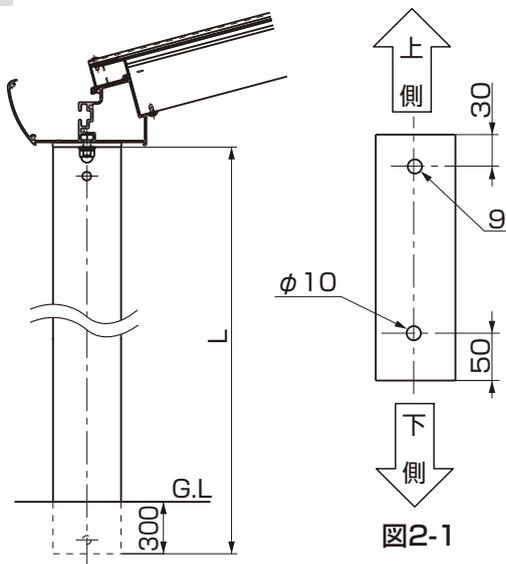

図2-1
- ①表2-1を参照して、間柱を切断してください。
- ②図2-1を参照して、間柱にφ10とφ9の貫通穴をあけてください。